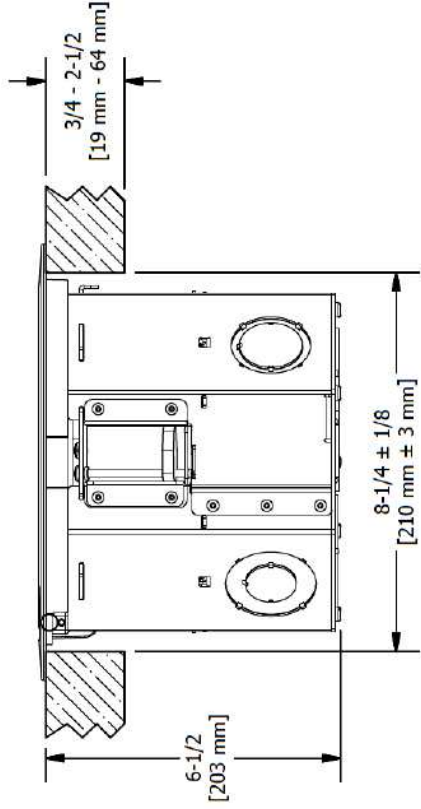

Fig. 1
To be used in floors 3/4" [19 mm] – 2-1/2" [64 mm] thick, see Figure 1.
1. Cut an 8-1/4" [210 mm] +/- 1/8" [3 mm] hole in the raised access floor panel, see Figure 1.
Convient aux planchers de 19 mm-64 mm d'épaisseur, voir Fig. 1.
1. Couper une ouverture de 210 mm +/- 3 mm dans le panneau du plancher surélevé, consulter la Fig. 1.
Para uso en pisos de 19 mm – 64 mm de espesor. Ver Fig. 1.
1. Hacer una abertura de 210 mm +/- 3 mm en el panel de la caja de acceso en sobrepiso, ver la Fig. 1.